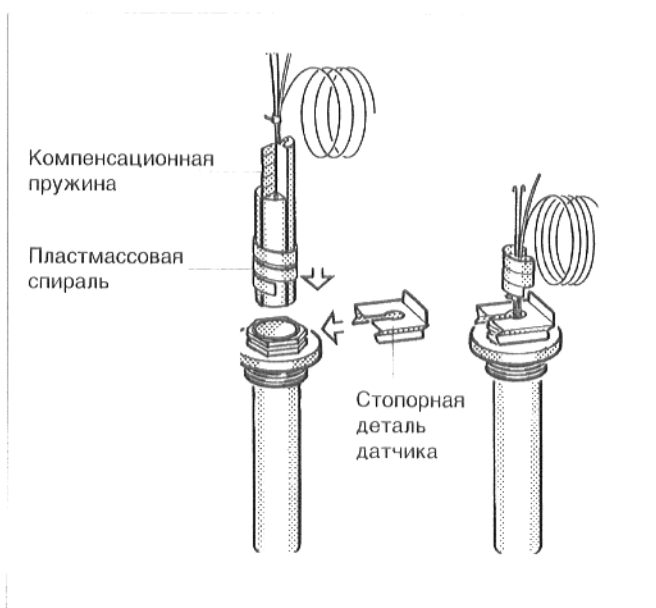

Рис. 9: погружная гильза и датчик температуры
- Вставить датчик температуры до упора в погружную гильзу. При этом пластмассовая спираль автоматически отходит назад. Компенсационная пружина также должна быть вставлена в погружную гильзу (рис. 9).
- Прижать стопорную деталь датчика (объем поставки регулятора), с боку или сверху на головку погружной гильзы (рис. 9).